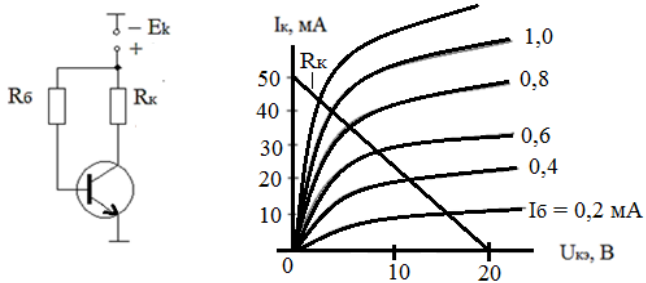

Рис. 2.16
16. Выбрать все элементы схемы, обеспечить режим насыщения с $S=1$ (рис. 2.16).